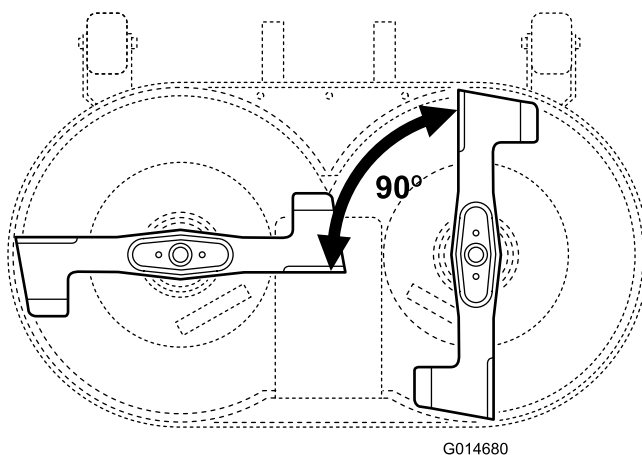

Figura 40
2. Sitúe una cuchilla perpendicular 90° a la otra (Figura 40).